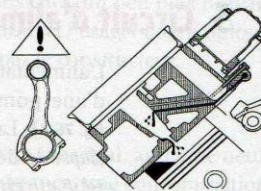

Figure 78.6. Dégâts possibles en cas de non vidange de carburant dans la culasse
- Le non respect de cette précaution entraîne les dégâts observés sur la **figure 78.6**.